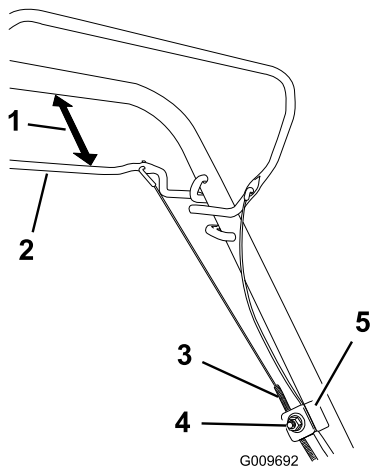

Figure 32
1. Desserrez l'écrou du support de guidage du câble (Figure 32).
2. Maintenez la barre de commande d'autopropulsion à 25 à 38 mm (1 à 1,5 po) du guidon (Figure 32).
3. Tirez la gaine du câble vers le bas (vers la machine) pour éliminer le mou du câble (Figure 32).